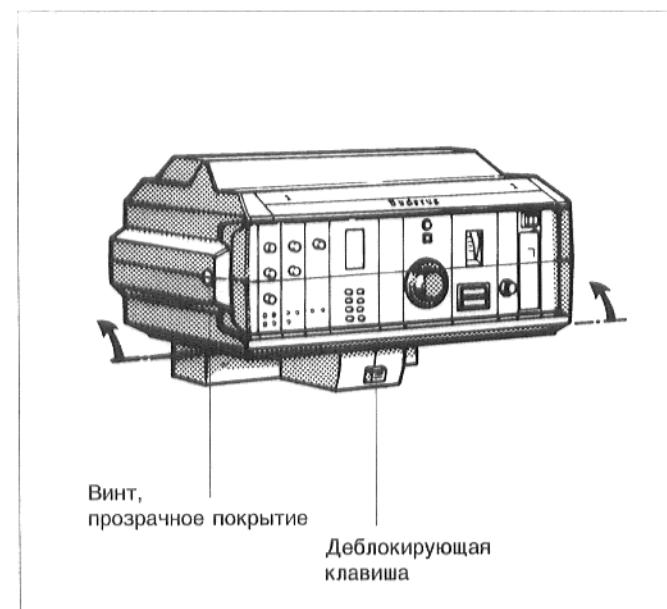

Рис. 12: регулятор
- Установить крепежный болт для прозрачного покрытия регулятора в вертикальное положение, например, при помощи монеты. Вставить прозрачное покрытие с передней стороны и установить шлиц болта в вертикальное положение (рис. 12).
Для более хорошей обозримости элементов управления регулятора, верхнюю часть возможно откинуть вверх, при этом регулятор возможно зафиксировать в двух позициях (рис. 12).
При установке в исходное положение, нажать деблокирующую клавишу (рис. 12.).